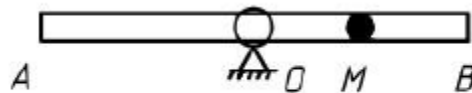

Рис. 2.1
1. Трубка  $AB$  вращается вокруг оси  $O$ , перпендикулярной к ней, с постоянной угловой скоростью  $\omega=4\pi$  рад/сек. Внутри трубки колеблется шарик по закону  $s=OM=2 \sin(\pi t)$ , ( $s$  – в см,  $t$  – в сек) (рис. 2.1). В моменты  $t_1 = 1/6$  сек и  $t_2= 5/3$  сек определить: 1) абсолютную скорость шарика; 2) его абсолютное ускорение